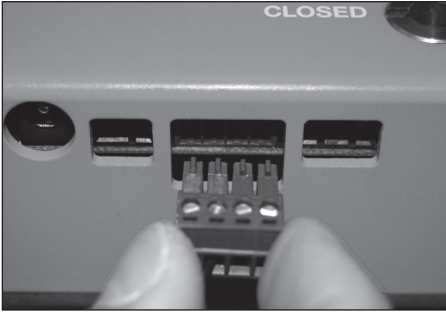

Figura 16
- Retirar la cinta terminal de la placa de circuito verde de la unidad de control tirando directamente de la cinta terminal. **Figura 16**